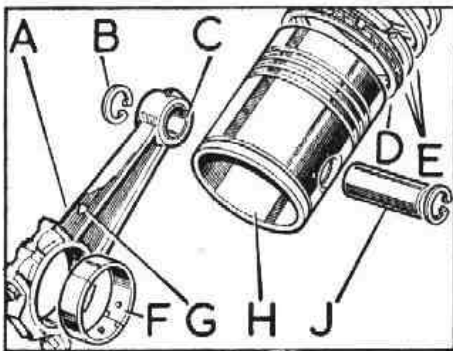

Fig. A1-103A Pistón y biela desmontados
- 1.2. Extraer los arillos, B (Fig. A1-103A) y los bujones, J.